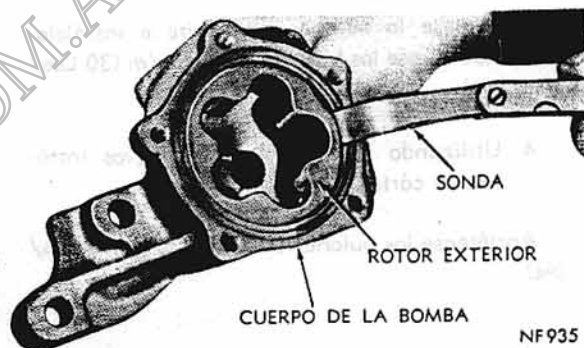

Fig. 8 - Medición de la Tolerancia del Rotor Exterior.
7. Extraiga el rotor interior y el eje, dejando el rotor exterior en la cavidad de la bomba. Presione el rotor exterior hacia un lado y mídase la tolerancia entre éste y el cuerpo de la bomba (Fig. 8). Si la medida es mayor de 0,304 mm. (.012"), instálese un cuerpo de bomba nuevo. (Esta comprobación no es necesaria si el cuerpo es nuevo).